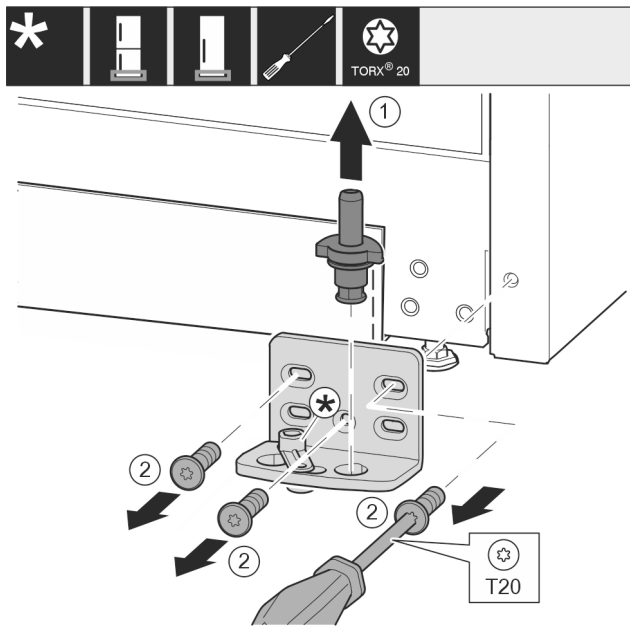

Fig. 39 *
- Ležajni sornik Fig. 39 (1) v celoti izvlecite v smeri navzgor.*
- Odvijte vijake Fig. 39 (2) z izvijačem in snemite ležajni podstavek.*